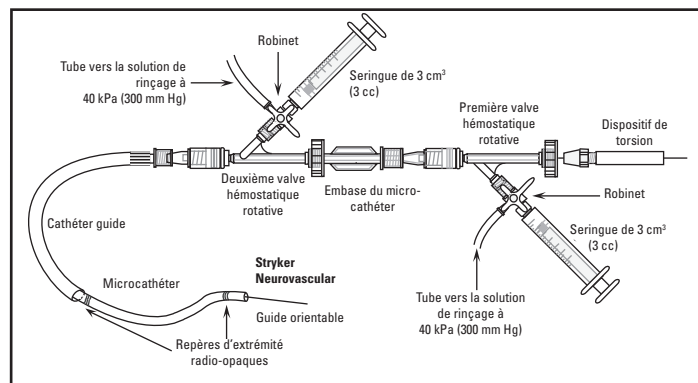

Figure 1. Exemple de configuration pour le rinçage continu
La configuration de rinçage continu recommandée est illustrée à la Figure 1. Les valves hémostatiques rotatives garantissent une étanchéité aux fluides et sont raccordées au cathéter guide et au microcathéter. Fixer les robinets au bras latéral des valves hémostatiques rotatives, qui deviennent des orifices de perfusion pour l'injection de produit de contraste ou de rinçage approprié.
- Glisser le dispositif de torsion sur l'extrémité proximale du guide, comme illustré à la Figure 1 et le fixer.